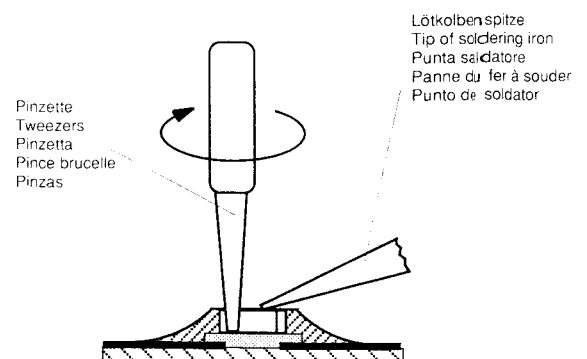

Fig. 2
2. Schritt: CHIP-Enden, bzw. das komplette CHIP-Bauteil erwärmen. CHIP von der Klebung ohne Kraftaufwand abdrehen, damit unter dem CHIP liegende Leiterbahnen nicht abgerissen werden (Fig. 2).
2. Riscaldare le superfici di contatto del CHIP risp. te tutto il CHIP e staccarlo con cautela. Attenzione a non esercitare forza per non danneggiare le piste sottostanti (Fig. 2).
2. step: Warm up the ends of the CHIP or the whole CHIP component and remove the CHIP from the adhesive by turning it without application of force so that the tracks beneath the CHIP do not break (Fig. 2).
2. Chauffer légèrement les contacts externes du composant CMS ou le composant lui-même. Retirer ce dernier avec précaution en le tournant afin d'éviter un arrachement des circuits imprimés situés sous le composant (Fig. 2).
- Segundo paso: Calentar los extremos o todo el CHIP y girarlo con las pinzas. No hacer fuerza para que la placa de circuito impreso no resulte dañada. Cuidar de que las pistas situadas debajo del CHIP no se suelten de la placa, ya que éstas también están pegadas (Fig. 2).
$$I_{\text{Ableit}} \leq 1 \text{ mA bei } U_{\text{Test}} = 220 \text{ V} \approx / \text{ Meßzeit } \geq 1 \text{ s (Fig. 2)}$$
Measuring time: $\geq 1 \text{ s}$, (Fig. 2)